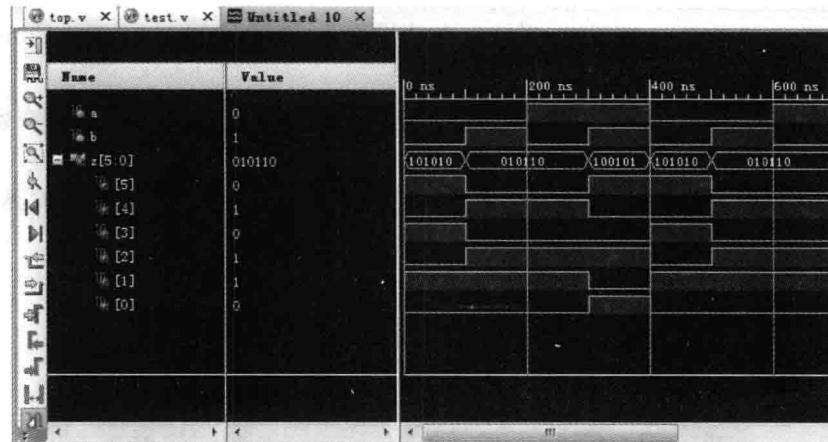
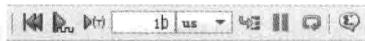

图 2.37 行为仿真波形图
图 2.38 控制仿真运行时间
(17) 如图 2.37 所示,出现行为仿真波形界面。
- ① 单击图 2.37 左侧一列工具栏中的 (放大)或者 (缩小)按钮,将波形调整到合适的显示大小。
- ② 单击工具栏中的 按钮,添加若干标尺,使得可以测量某两个逻辑信号跳变之间的时间间隔。
- ③ 如图 2.38 所示,单击 Vivado 上方的工具栏内的按钮,可以控制仿真的运行时间。